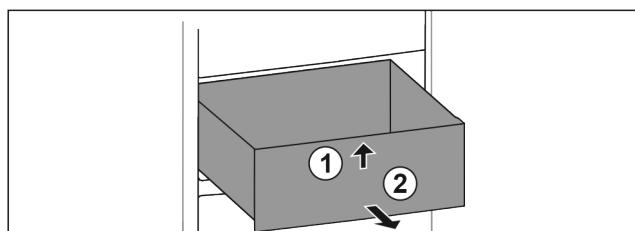

Fig. 70
- ▶ Приподнимите выдвижной ящик спереди. Fig. 70 (1)
- ▶ Извлеките выдвижной ящик движением вперед. Fig. 70 (2)